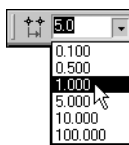

Рис. 28.4.
1.2. Введите в поле **Текущий шаг курсора** на панели **Текущее состояние** значение 1 мм (рис. 28.4) и нажмите клавишу **<Enter>**.